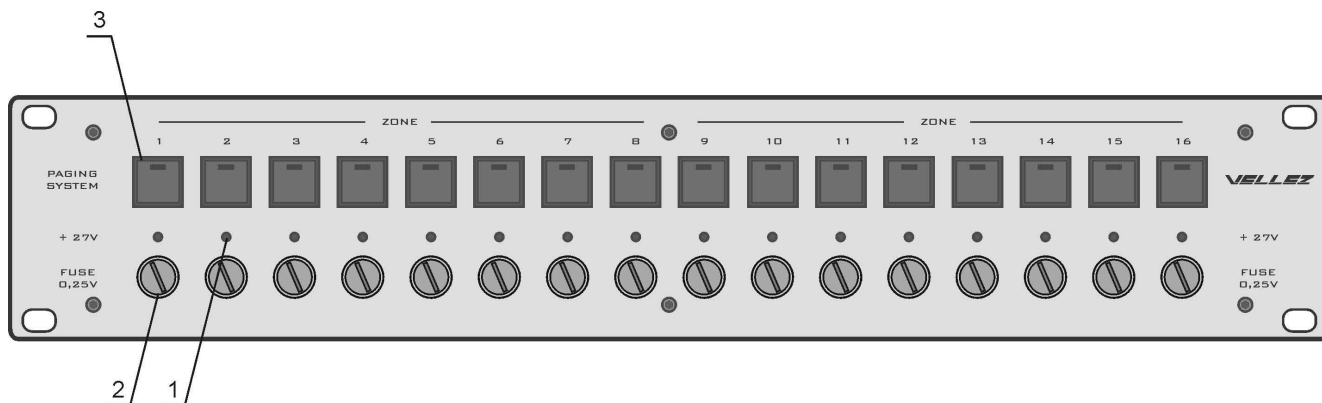

Рисунок 14
9.2.8. Розміщення органів управління та індикації на передній панелі блока комутації, призначеного для роботи з трьох-провідною лінією вказано на рис. 14.